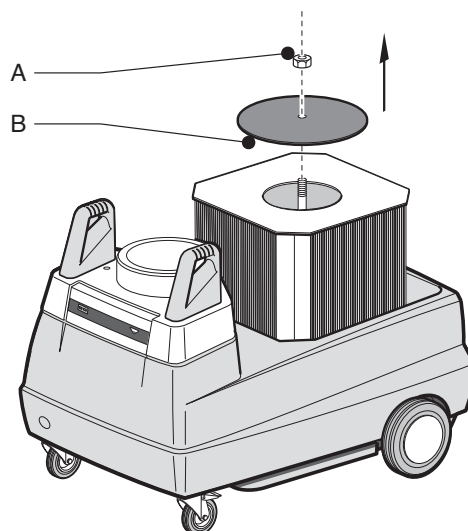

Fig. 17
3. Desatornille la tuerca (Fig. 17, Elemento A) y remueva la placa selladora del filtro (Fig. 17, Elemento B).